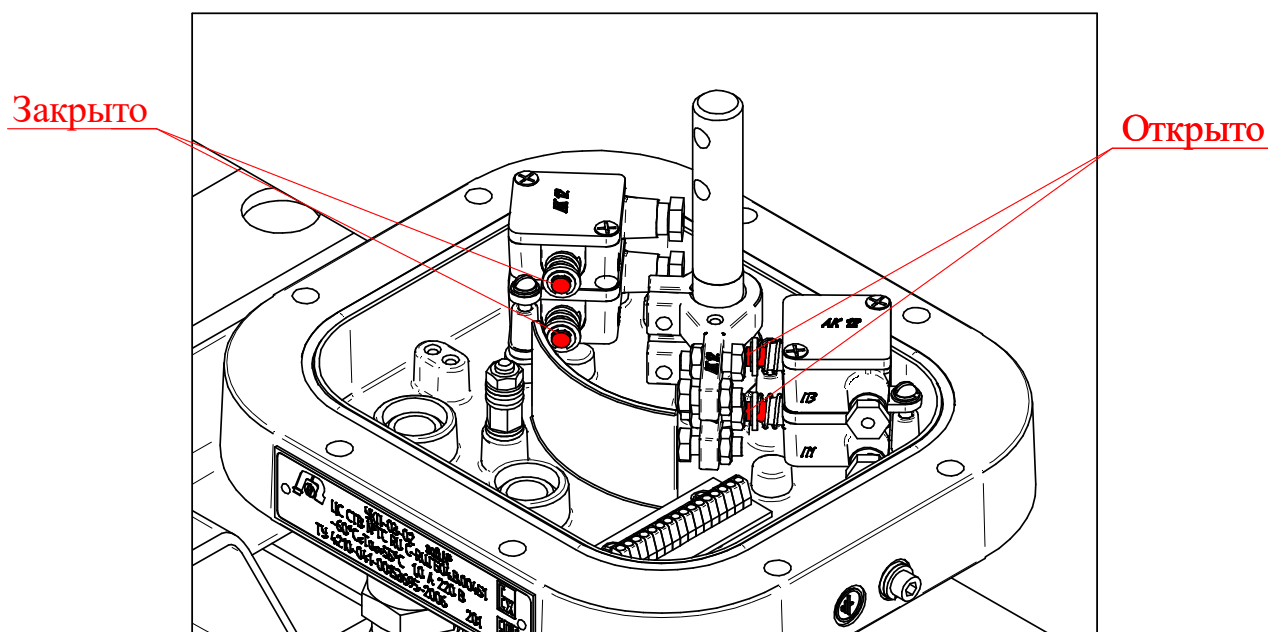

Рисунок 10 – Настройка конечных выключателей
2.2.3.7 В случае необходимости провести регулировку конечных выключателей привода (рисунок 10):